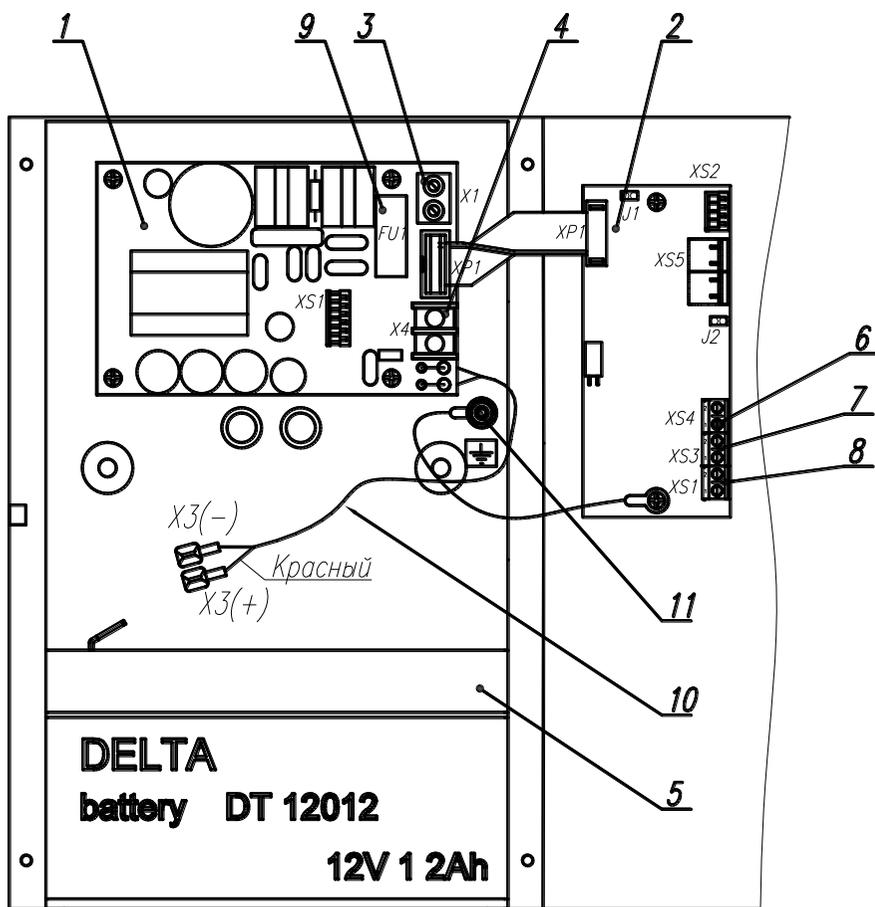

Рисунок 1
6.4.4. Подключите внешние сигнальные цепи к выходным контактам опто-реле ПЦН в соответствии с маркировкой на плате индикации (см. **Рисунок 1, стр.7, поз.7...9**) и схемой подключения рис.5.
- товарный знак предприятия-изготовителя (Рисунок 1П);